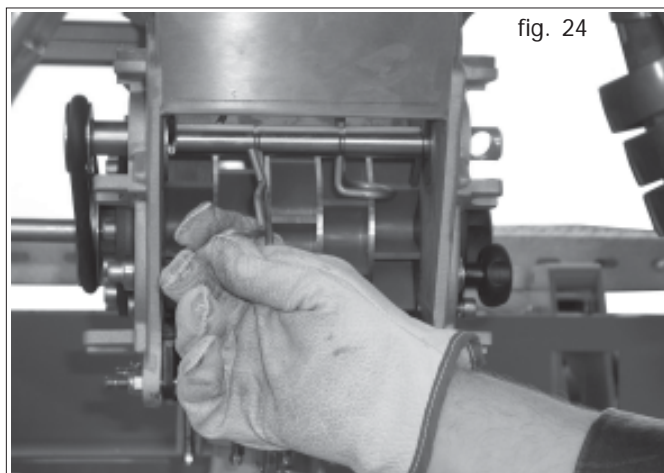

fig. 24
- Herausnehmen der mittleren Rührfinger (Abb. 24).